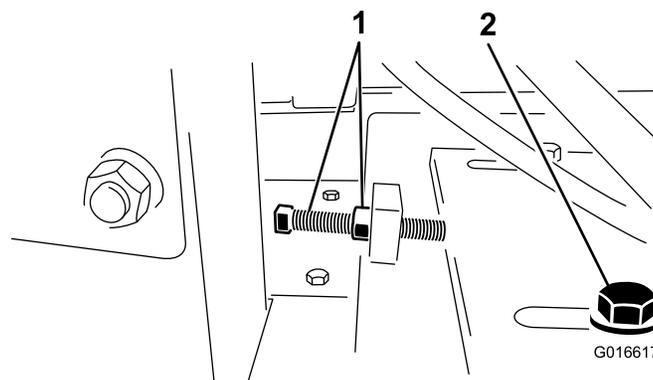

Figure 17
4. Desserrez le boulon de tension et l'écrou de blocage de la courroie, et faites glisser le moteur vers le carter du volant pour détendre la courroie (Figure 17).